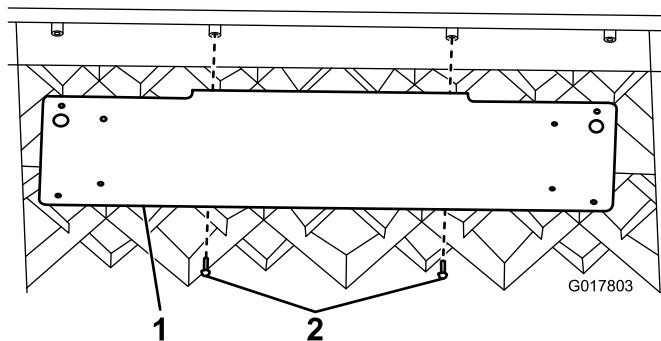

Figura 11
1. Instale el soporte de la placa de matrícula en la parte inferior de la plataforma usando 2 tornillos (Nº 10-3/4 pulgada) (Figura 11).